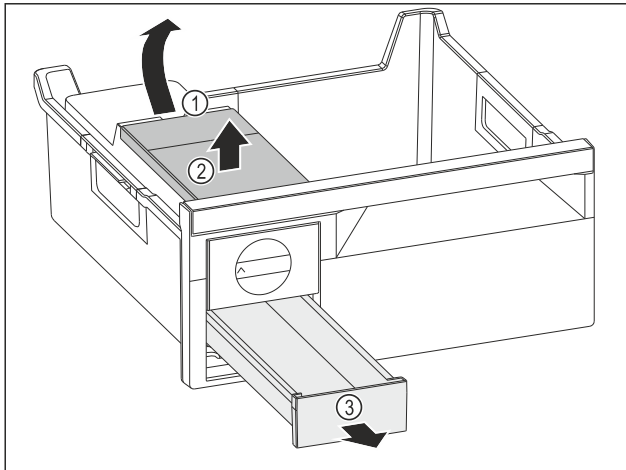

Fig. 104
- ▶ Vegye ki a víztartályt: Emelje fel a víztartályt a kivágásnál Fig. 104 (1).
- ▶ Vegye ki felfelé a víztartályt Fig. 104 (2).
- ▶ Vegye ki a előre felé a jégkocka-fiókot Fig. 104 (3).